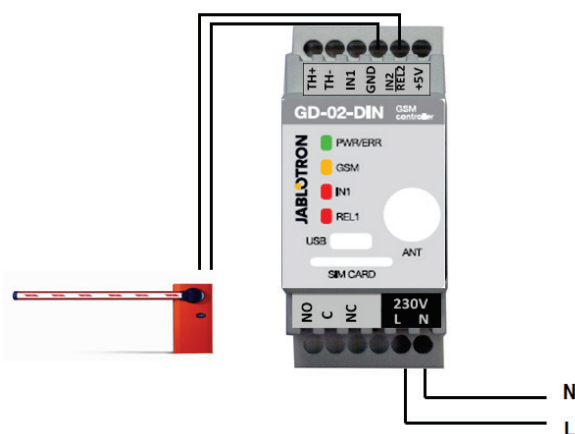

Fig. 2: GD-02-DIN som en barrierekontrol.
- Denne opsætning kræver, at der tilsluttes en kontakt til REL2 udgang/GND og til lavspændingsindgang for en kontrolleret port (fig. 2).